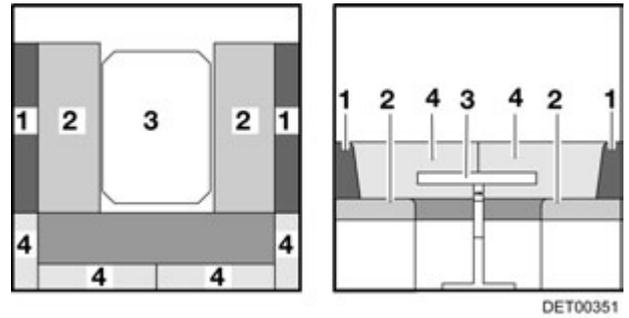

Fig. 93 Avant la transformation
- Convertir la table (Fig. 93,3) en sommier de lit (voir paragraphe 7.7).